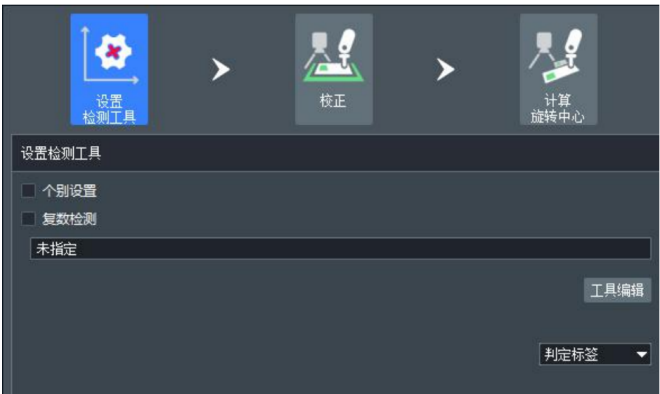

图 1-15 设置检测工具界面
- 3. 设置检测工具。在 CCD 位置选择【手部】，矫正方法选择【手动校正】，点击【确定】，如图 1-15 所示。在【设置检测工具】界面下选择【检测圆】工具获取的像素坐标（即圆心坐标）作为九点标定的像素坐标。